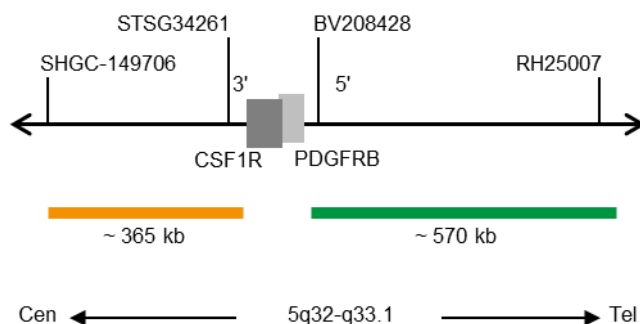

Fig. 1: SPEC CSF1R Mappa della sonda (non in scala)
- Polinucleotidi (~10.0 ng/μl) marcati con ZyGreen (eccitazione 503 nm/emissione 528 nm), le cui sequenze target mappano in 5q32-q33.1\* (chr5:149,548,518-150,118,449) distali al punto di rottura di CSF1R (vedere Fig. 1).
- Polinucleotidi (~4.5 ng/μl) marcati con ZyOrange (eccitazione 547 nm/emissione 572 nm), le cui sequenze target mappano in 5q32\* (chr5:149,058,515-149,421,081) prossimali al punto di rottura di CSF1R (vedere Fig. 1).